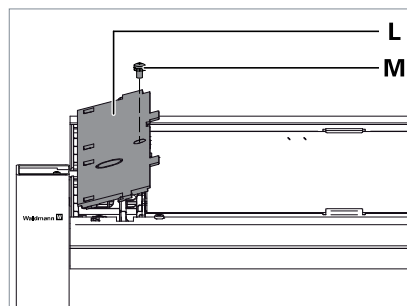

Fig. 6: Monter le recouvrement.
- Placez le recouvrement **L** avec les crochets sur la face inférieure du recouvrement dans les œillets sur la tête du luminaire et appuyez fermement sur le recouvrement, voir Fig. 6.